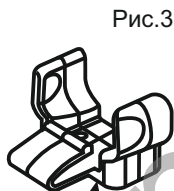

Рис.3
3.4 В случае размещения прибора на вертикальной поверхности (на стене, на шкафу и т.п.) рекомендуется применять кронштейн для крепления, см. рис. 3.